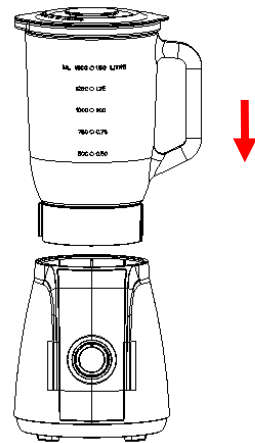

Fig.5
- 3.3 Placez enfin l'assemblage du bol sur le bloc moteur en alignant la bande sur la partie inférieure de l'assemblage du bol. (voir Fig.5)